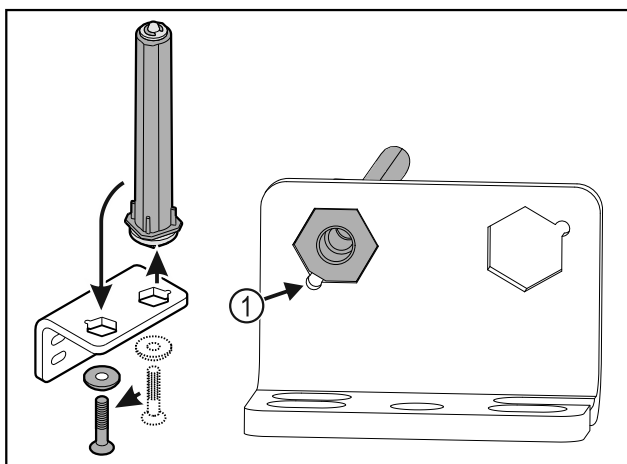

Fig. 33
- ▶ Pobrinite se za to da je prilikom umetanja zakošenje na svornjaku Fig. 33 (1) usmjereno prema okrugloj rupi.